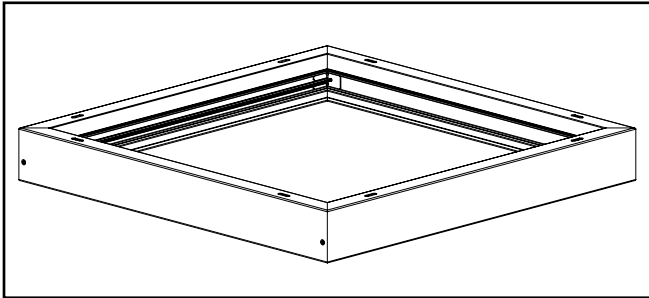

Figure 5.
4. Répétez ces étapes pour former les trois (3) autres coins du cadre à monter en surface. (Figure 5.)